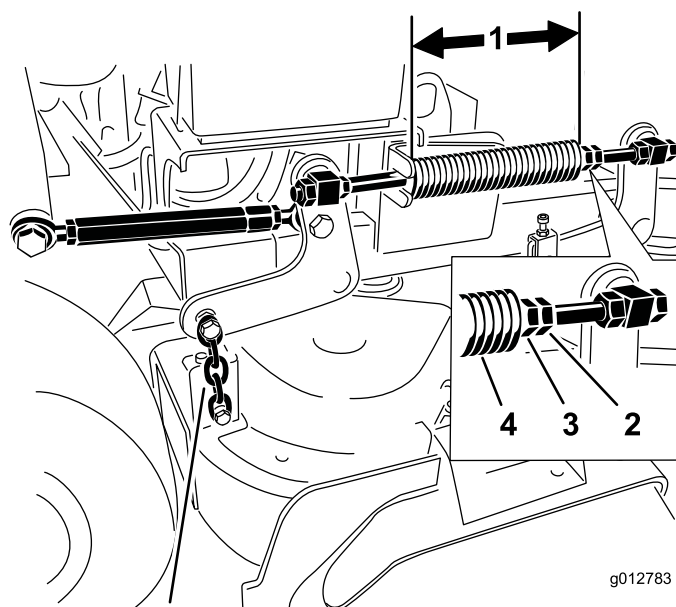

Figura 86
2. Compruebe la longitud del muelle de compresión. La longitud nominal es de 28,2 cm (11-1/8 pulgadas) para plataformas de corte de 36 pulgadas (91 cm) y 25,7 cm (10-1/8 pulgadas) para plataformas de corte de 102 cm (40 pulgadas) (Figura 86).
3. Ajuste esta distancia aflojando la contratuerca elástica y girando la tuerca que está delante de cada muelle (Figura 86).
4. Fije la tuerca en la posición deseada apretando la contratuerca elástica (Figura 86).